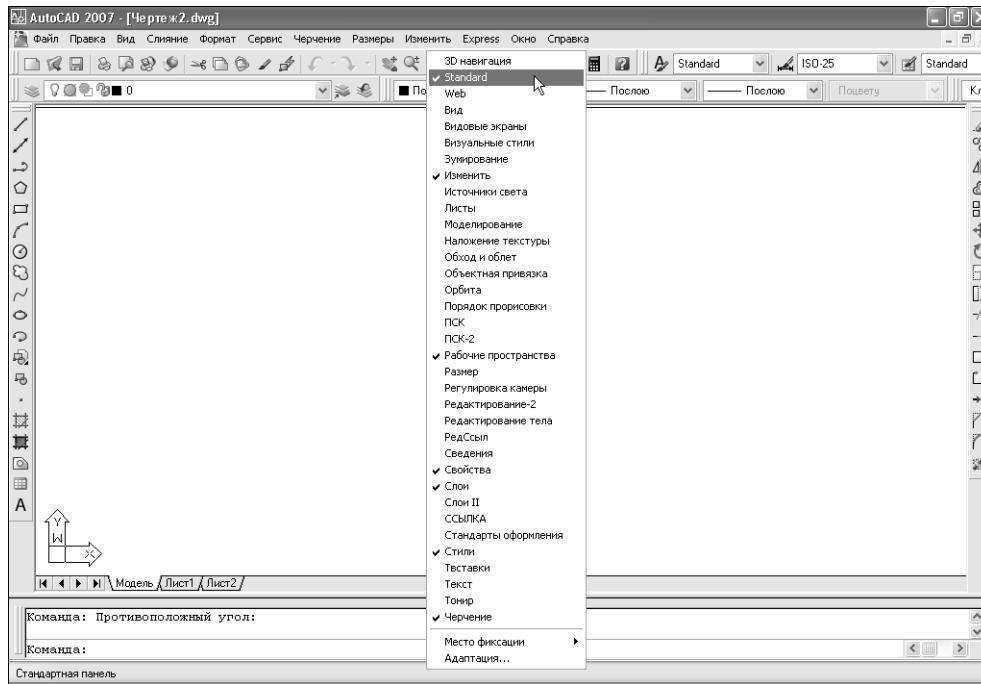

Рис. 1.11 Список панелей инструментов AutoCAD 2007
Как уже отмечалось выше, по умолчанию в окне AutoCAD отображается несколько *панелей инструментов* (toolbar). Однако это только вершина айсберга – всего в AutoCAD имеется 35 панелей инструментов, на многих из которых насчитывается не один десяток кнопок. Для того чтобы увидеть список всех панелей инструментов, достаточно щелкнуть на любой панели инструментов правой кнопкой мыши. На экране появится контекстное меню, представляющее собой полный список панелей инструментов AutoCAD (рис. 1.11).
Кроме того, любая панель инструментов AutoCAD может быть как *пристыкованной* (docked toolbar), так и *плавающей* (floating toolbar). Пристыкованными называются панели инструментов, которые прикреплены к одной из границ окна документа AutoCAD, то есть панели инструментов в их традиционном смысле, как, например, на рис. 1.11. Плавающие панели инструментов представляют собой небольшие окна, которые можно свободно перемещать по экрану. Любая плавающая панель, помещенная рядом с границей окна, автомати-
Остальные плавающие панели работают точно так же, как только что рассмотренная плавающая панель **Зумирование** (Zoom). Строго говоря, можно не использовать плавающие панели, поскольку все представленные в них инструменты находятся на обычных панелях инструментов с соответствующими названиями. Так, открыв список панелей инструментов AutoCAD, как показано на рис. 1.11, вы увидите в конце этого списка панель инструментов **Зумирование** (Zoom). Включив отображение этой панели, легко убедиться, что она содержит все инструменты, представленные в виде плавающей панели **Зумирование** (Zoom) панели инструментов **Standard**, показанной на рис. 1.12. Однако работать с плавающими панелями все же удобнее, поскольку они позволяют рациональнее использовать область черчения, поэтому мы будем интенсивно применять их при изучении дальнейшего материала этой книги.
- Открытие *контекстного меню* (context menu) – меню, содержимое которого зависит от объекта, на котором вы щелкнули правой кнопкой мыши, и (или) его состояния (то есть от контекста). Пример контекстного меню представлен на рис. 1.11.